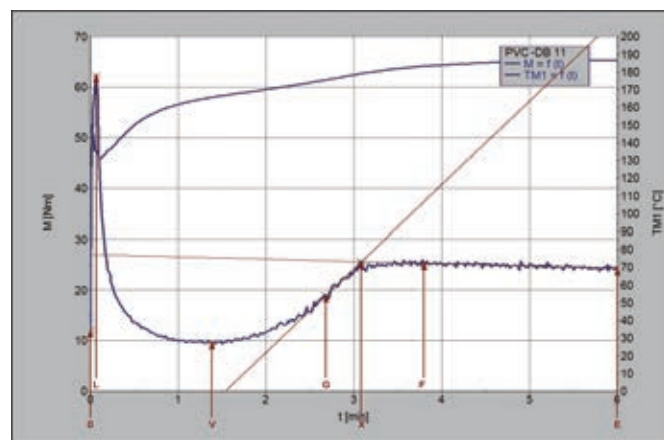

図3. ミキサー曲線の評価
図3は、トルク曲線の評価を示しています。試験の開始時に、PVC粉末をミキサーに投入すると、トルクが瞬間的に増加します(L-ローディングピーク)。その後、粉末はミキサーチャンバー内に分散し、ミキサーの温度により、コンパウンドの一部(ワックスなど)が溶けます。どちらの効果もトルクの低下につながり、最初の最小値(V-バレー)につながります。温度の上昇とせん断エネルギーの導入により、PVCはより大きな凝集体に結合し始めます。これにより粘度が上昇し、トルクが増加します。このプロセスにより、2番目の最大トルク(F-Fusion Maximum)が得られます。PVCドライブレンドは均質な熔融を形成します。摩擦加
さらに、図3は、変曲点 (G) の勾配と融点 (F) の周りの勾配によって生成される直線の交点 (X) を示しています。Xは融融最大値 (F) よりも再現しやすいため、Xはサンプルの異なる融融挙動を比較するためによく使用されます。ソフトウェアは、全ての結果を文書化した測定レポートを自動生成します (図4)。